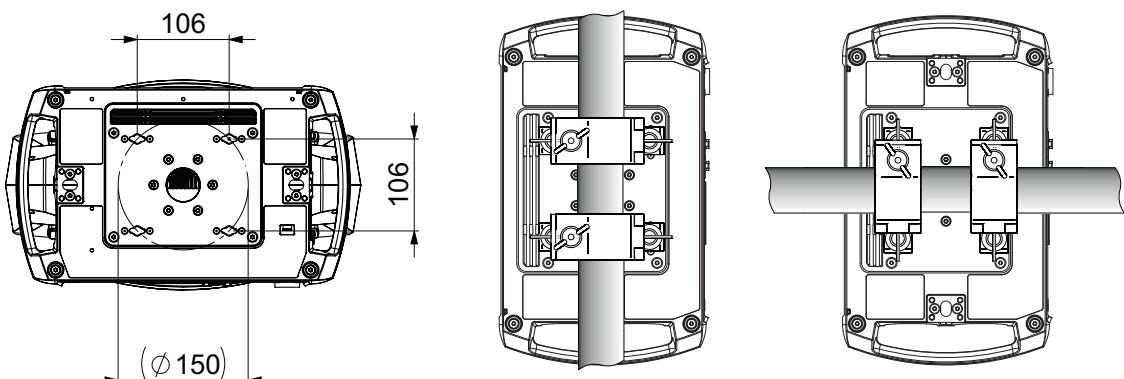
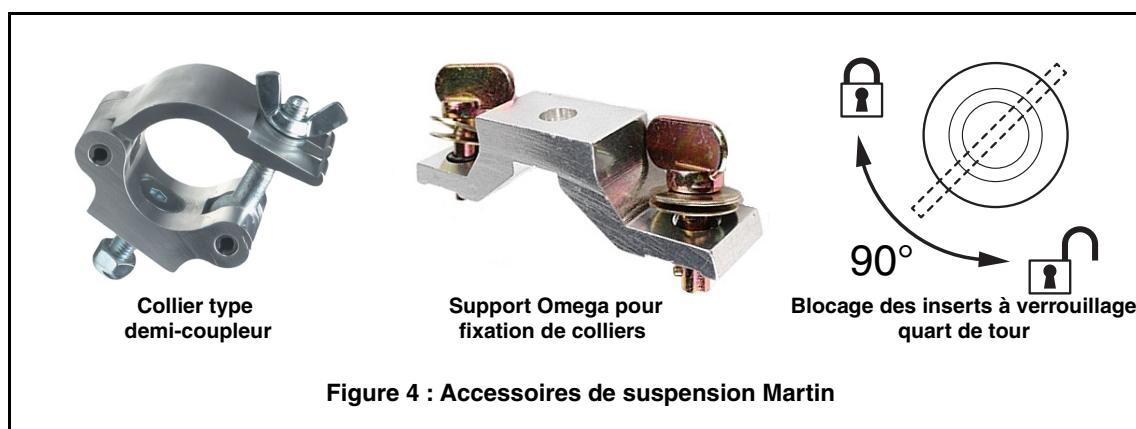

Figure 3 : Points de montage des embases Omega
Figure 4 : Accessoires de suspension Martin
Le MAC Aura PXL peut être fixé à une surface telle qu'une scène ou fixé à un pont dans n'importe quelle orientation à l'aide de deux embases Omega (voir Figure 4) et de deux colliers. Les colliers doivent être de type demi-coupleur ou d'un type équivalent qui encercle entièrement le tube porteur à moins que l'appareil ne soit installé en douche vers le bas, auquel cas d'autres types de colliers homologués pour le poids de l'appareil peuvent être utilisés.
Les points d'accroche au niveau de la base permettent le montage d'embases Omega équipées d'accessoires de suspension comme indiqué dans la Figure 3.
3. Voir la Figure 3 en page 10. Alignez le premier collier et son embase avec 2 points d'accroche de la base, puis engagez les deux inserts à quart de tour dans les emplacements correspondants de la base. Voir Figure 4. Tournez les leviers des inserts à quart de tour de 90° dans le sens horaire pour verrouiller. Répétez cette procédure pour la deuxième embase.